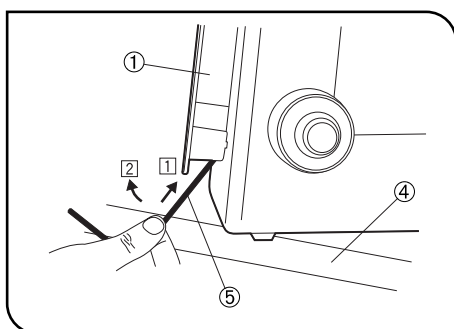

Fig. 30
Placer le statif du microscope au bord du plan de travail ④, placer la clé Allen ⑤ au niveau de la partie inférieure du porte-cordon ① et faire remonter le porte-cordon en poussant la clé Allen dans les directions ① et ② pour retirer le porte-cordon. (Fig. 30)